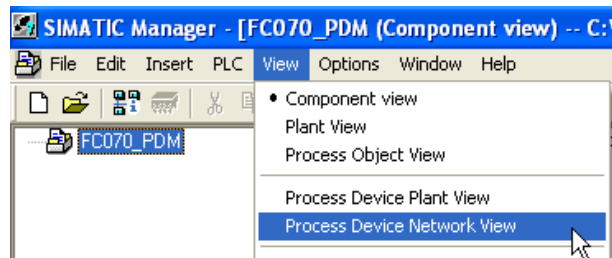

图 8: FC070_PDM 创建界面图
1、控制范围：①糖香料的现场施加，要求施加误差 $<0.5\%$ ②蒸汽加热罐的温度控制③称重传感器的校准，即具有校准、清零、去皮功能④流量计的校准，即具有单位给定、零点标定功能。详见图 8：秤及流量计校准画面⑤其它部门的信息交换。
（3）双击  打开 SIMATIC Manager 软件，创建一个新项目 FC070_PDM，点击 View，选“Process Device Net wokView”。详见图 8: FC070_PDM 创建界面图